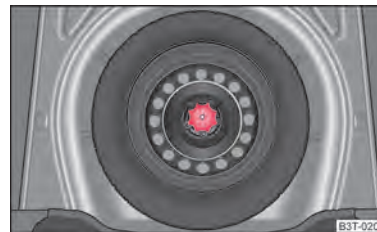

Fig. 185 Maletero: Rueda de repuesto
La rueda de repuesto se encuentra alojada en una cavidad debajo del revestimiento del piso del maletero y está fijada con un tornillo especial ⇒ fig. 185.
- Guarde la rueda sustituida en la cavidad de la rueda de repuesto y fíjela por medio de un tornillo especial ⇒ fig. 185.